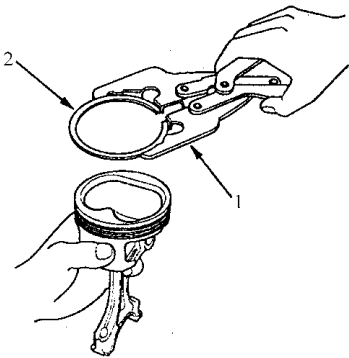

图 2-44 拆卸活塞环
- 2) 如图 2-44 所示，用活塞环扩张器拆卸旧的活塞环。